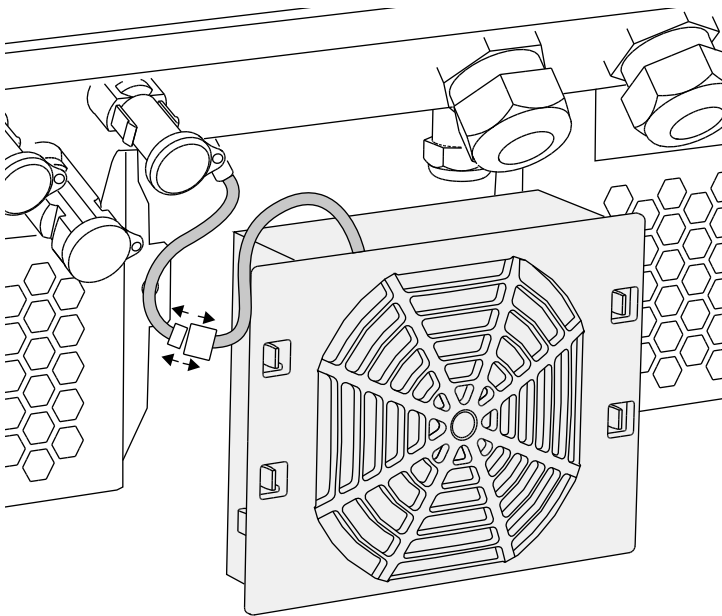

Bild 64: Dra loss fläktkabeln
4. Dra ut fläktenheten helt ur huset. Dra därtill loss fläktkabelns kontaktanslutning.  Bild 64